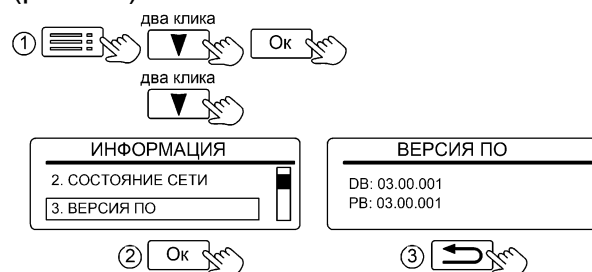

Рисунок 31. Вид вкладки «ВЕРСИЯ ПО»
**11.3.2 Окно «2.СОСТОЯНИЕ СЕТИ»** отображает уровень Wi-Fi сигнала сетевые данные (рис. 31).